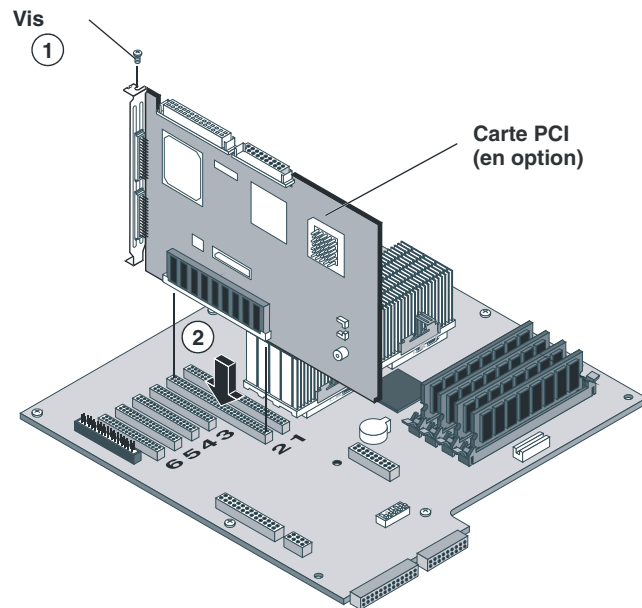

Figure 3-22. Installation de la carte d'extension
12. Fixez bien la carte PCI comme indiqué dans la *Figure 3-22*.